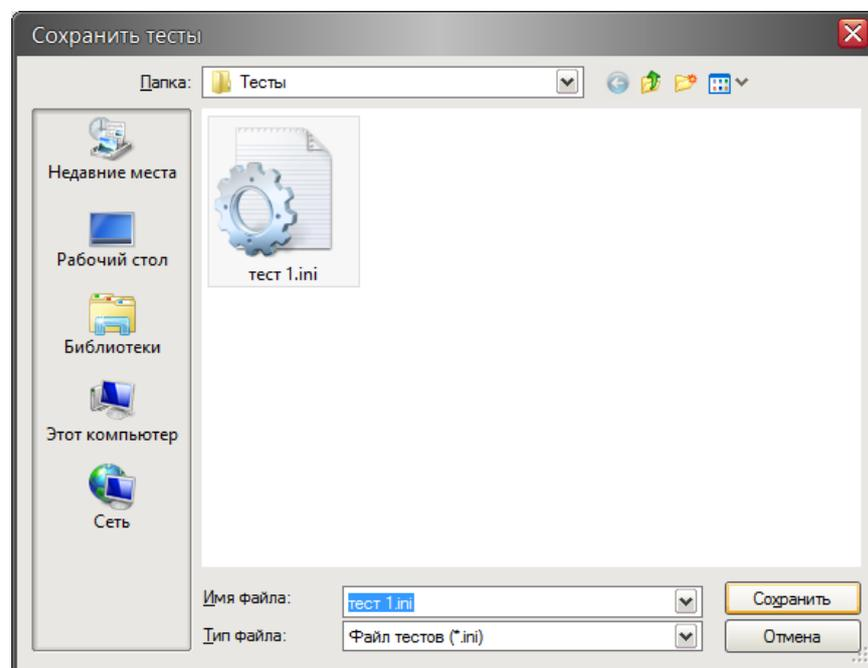

Рисунок 18 – Сохранение теста в файл на компьютере
20. Сохранить тесты в виде файла на диске компьютера. Для этого в меню **Файл/Сохранить тесты...** задать имя файла теста (рисунок 18).